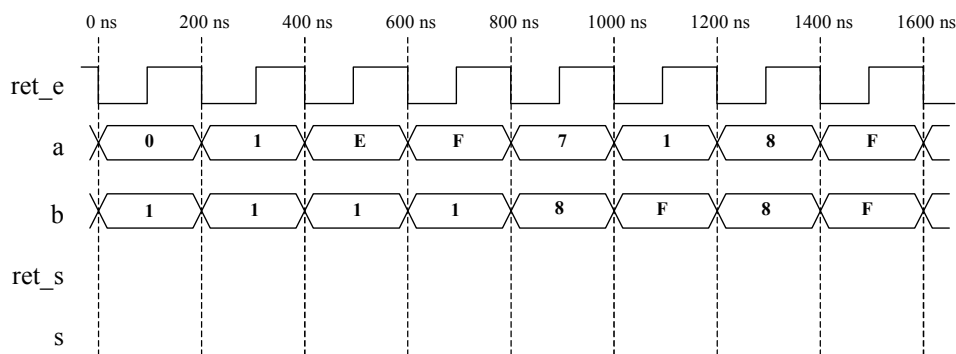

Figure 5. Chronogrammes d'entrées et de sorties (à compléter) du composant *add4*
4. Simulez le projet pour les chronogrammes d'entrées suivant la Figure 5, complétez les résultats de la simulation dans cette même figure.